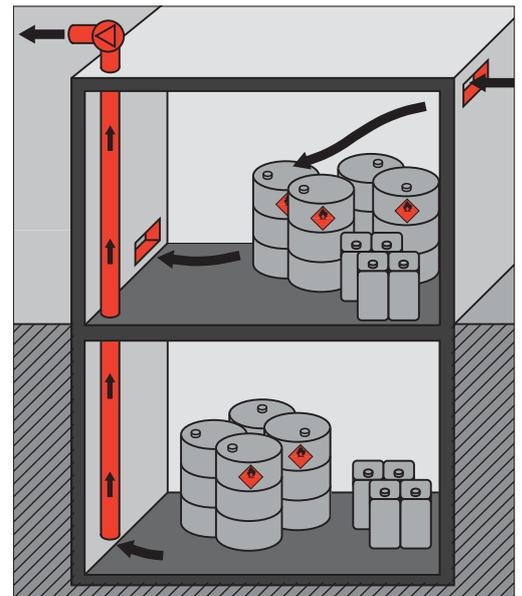

Fig. 5: ventilation de locaux d'entreposage. Locaux en sous-sol: ventilation artificielle obligatoire. Pour les autres locaux: ventilation naturelle possible.
- 6 Les **lieux d'entreposage** des gaz et des liquides inflammables sont-ils **ventilés** selon les règles en vigueur? (Fig. 5)